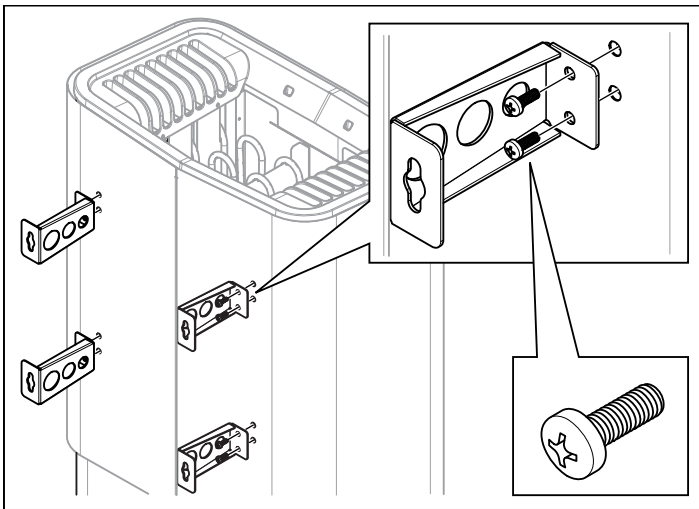

Abb. 7: Montage der Halterungen am Ofen
5. Lösen Sie die beiden ersten Schrauben an der Rückseite des Ofens und schrauben Sie eine der vier Halterungen an. Wiederholen Sie dies, um die übrigen Halterungen zu befestigen, siehe Abb. 7.